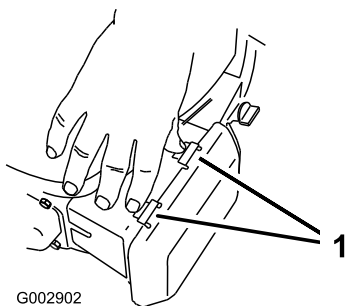

Figure 38
1. Appuyez sur les languettes de verrouillage en haut du couvercle du filtre à air (Figure 38).